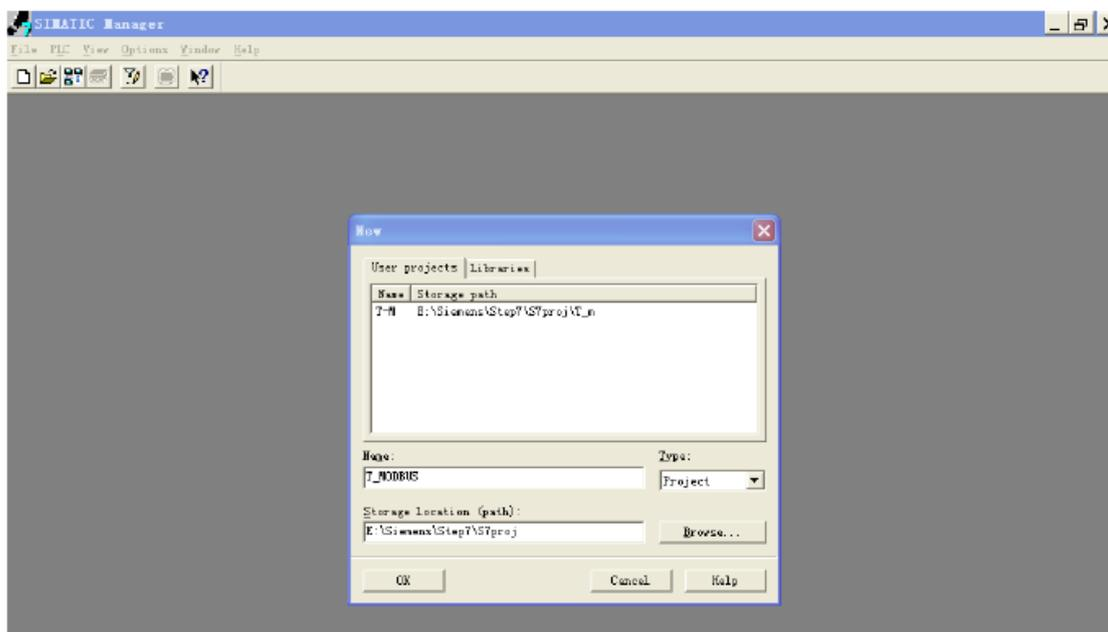
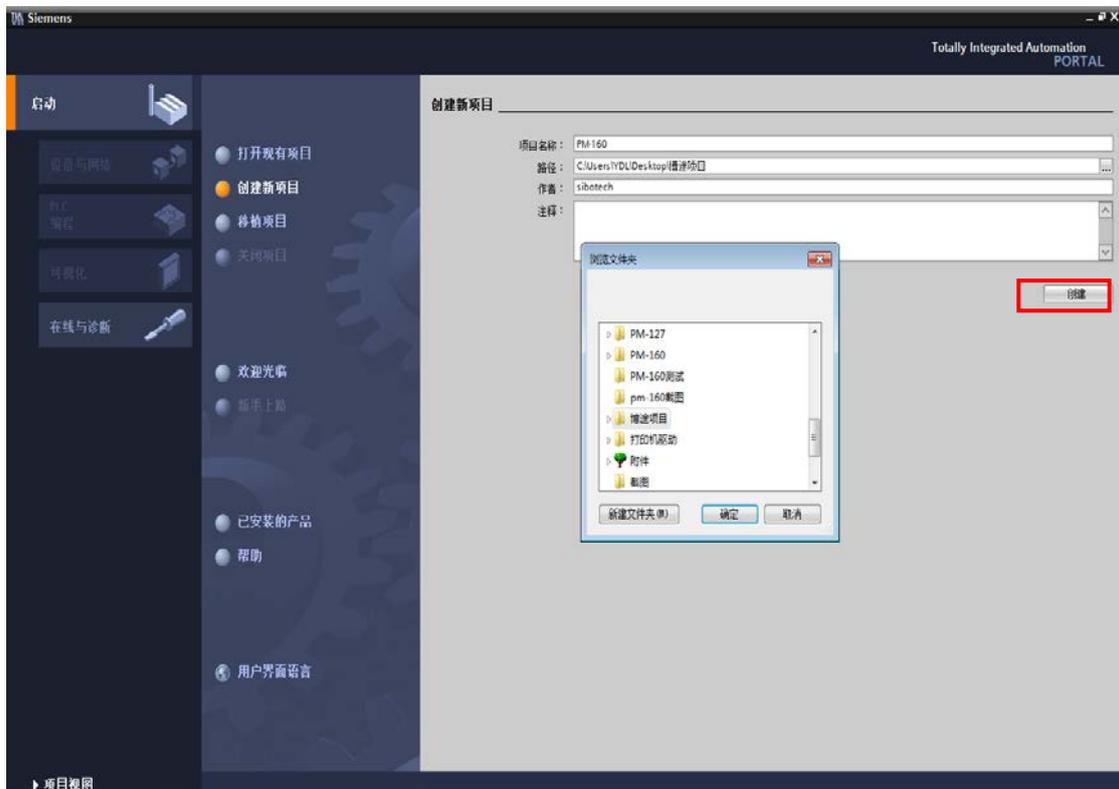

图 2
图 1 创建新项目
1. 打开 SIMATIC Manager ; 如图 1:
2. 在 File->New, 新建一个文件, 如图 2: 图 1
- 1.1 双击图标  打开 TIA Portal 软件，进入软件后，点击左侧“创建新项目”，可以设置项目名称，保存路径等信息，然后点击“创建”，如图 1 所示：